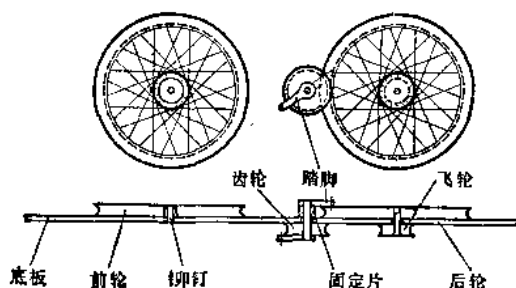

图 2-46
3. 车轮。照图 2-46 样子,在 3 毫米厚的有机玻璃上画两个轮子,割下,用锉刀将周围锉光滑。再用细锯沿着轮子边锯一条深约 2 毫米的槽,如同滑轮一样。在轮子中心钻一个直径 1.5~2 毫米的小孔(和铆钉相配)。
取一个直径 1.5~2 毫米、长约 8 毫米的铆钉(铜制、铝制均可,也可用废圆珠笔头上的铜管截取一段代用),穿过前轮中心,再穿过底板,紧紧嵌在底板上,并使前轮在铆钉上能灵活地转动,但又不会脱落,参见图 2-46。
的小滑轮，边周上的槽要宽一些、深一些，但不要太光滑。中心钻一个小孔，紧紧套在后轮中的铆钉上，参见图 2-46。
5. 大齿轮和踏脚。用 3 毫米厚有机玻璃做一个直径约 14 毫米的滑轮，边上的槽要和小滑轮一样宽和深。在中心钻孔，穿上一个长约 12 毫米的铆钉，并固定牢。再用厚约 1 毫米的有机玻璃做一根小条，用氯仿胶牢在滑轮上，参见图 2-46。小条的上端要钻一个直径约 0.3 毫米的小孔。
将滑轮连同铆钉自上而下地穿过底板（即前后轮之间的大齿轮位置），使滑轮能灵活地转动。在底板背面的这根铆钉的另一端，套上一个用厚约 5 毫米的有机玻璃做成的垫片，胶牢在底板上。再做一根有机玻璃小条，一端钻孔，紧紧套在铆钉上。小条的另一端也要钻一个直径 0.3 毫米的小孔。然后照图 2-46 装置起来。